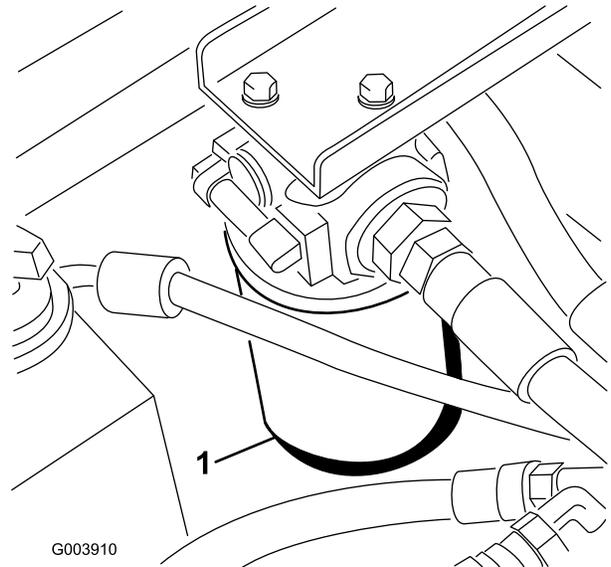

Figura 72
2. Pulite la superficie circostante il filtro (Figura 72) e collocate una bacinella di spurgo sotto il filtro.